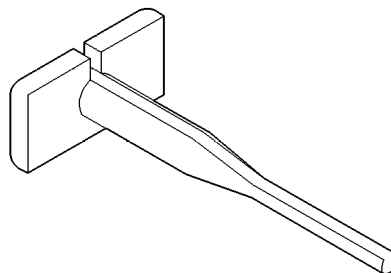

Fig. 15 Extracción del terminal del cable
- (4) Inserte el extremo de prueba de la herramienta especial 6934 en la parte posterior de la cavidad del conector (Fig. 15).
- (5) Sujete el cable y la herramienta 6934 y retire lentamente el cable y el terminal del conector.